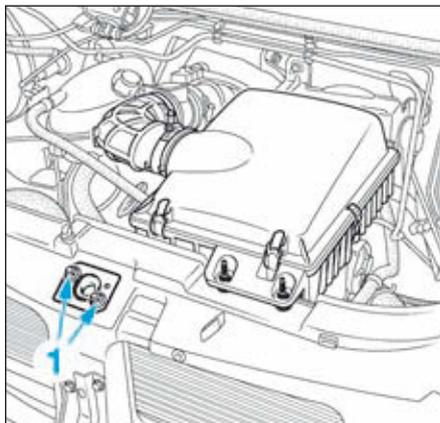

FIG.142
- Déposer les écrous (1) de fixation (Fig.142).